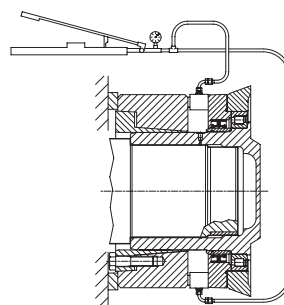

Fig. 6
- 3) Fare scorrere il giunto assialmente come da fig.5 per permettere l'utilizzo del foro G 1/8" che consente l'immissione di olio in pressione (max. 1000 bar) al fine di facilitare lo smontaggio del riduttore dall'albero della macchina. Se con l'utilizzo del metodo descritto, il riduttore non si libera, in quanto l'accoppiamento dell'albero non assicura la tenuta della pressione, allora si può agire nel modo rappresentato nella fig. 6. Se lo spazio a disposizione lo permette, utilizzando appositi spintori idraulici, occorre fare reazione su n°2 borchie a 180° che si trovano sui coperci porta tenute, senza superare i seguenti carichi assiali: